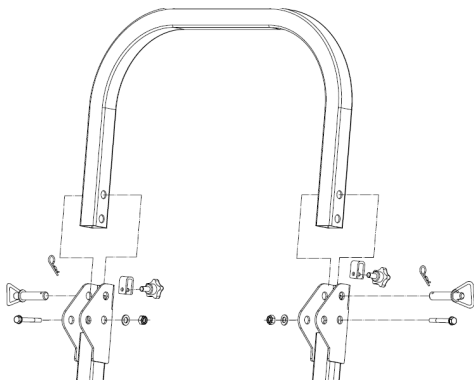

Fig. 4
- Localisez la section supérieure en forme de U de l'arceau de sécurité. Installez la section supérieure du rouleau à l'aide des systèmes de goupilles de verrouillage. Reportez-vous à la Fig. 4.